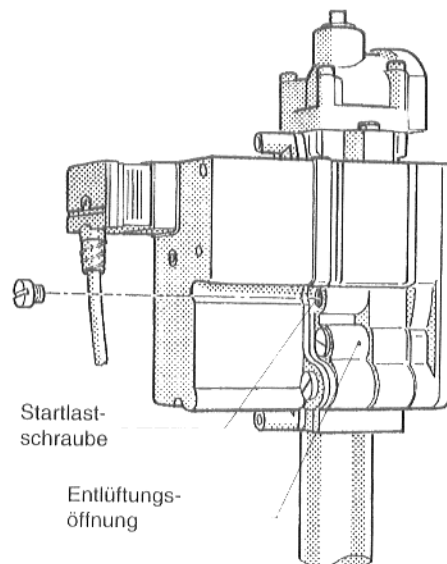

Abb. 46: Gasbrennerarmatur "BM" 762-012
- Schutzschraube über der Startlastschraube entfernen (Abb. 46).
- Etwa 10 Sekunden, nachdem die Armatur geöffnet hat, erkennbar durch ein leichtes Klicken, Stufendruck am U-Rohr-Manometer ablesen und durch Drehen in Plus- oder Minus-Richtung an der Startlastschraube (Abb. 46) auf